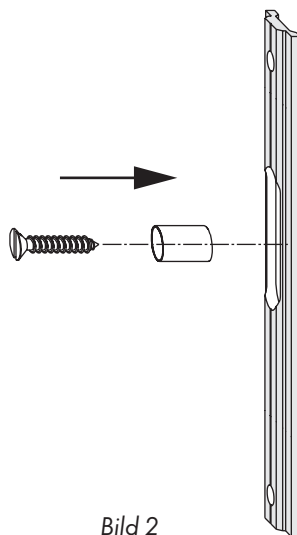

Bild 2
Flügel Hülse (3) mit Senkblechschraube (2) am Flügel befestigen (Bild 2).